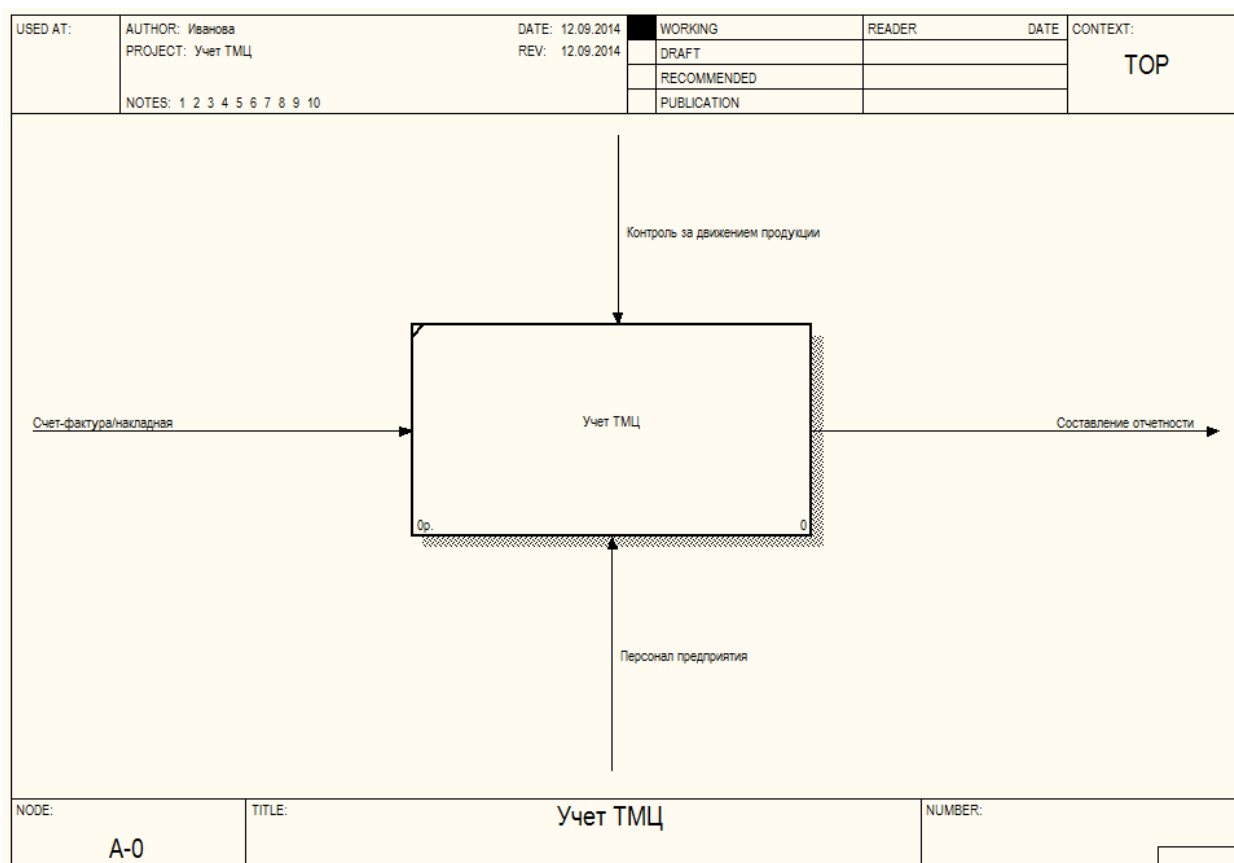

Рис. 33. Контекстная диаграмма Учет ТМЦ
2. В соответствии с табл. 7, 8 и рис. 33 создайте контекстную диаграмму.